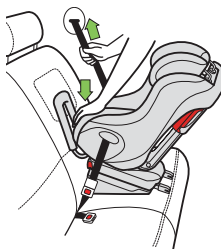
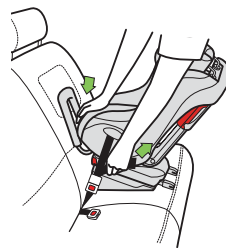

Figure 64
Figure 65
- Appuyez au centre du siège d'auto pour faire baisser le coussin du véhicule et tirez sur la partie baudrier de la ceinture sous-abdominale/baudrier pour la serrer, tel qu'indiqué dans la **Figure 64**, ou tirez sur l'extrémité de la ceinture sousabdominal (si l'installation est avec une ceinture sous-abdominal) pour la serrer, qu'indiqué dans la **Figure 65**.